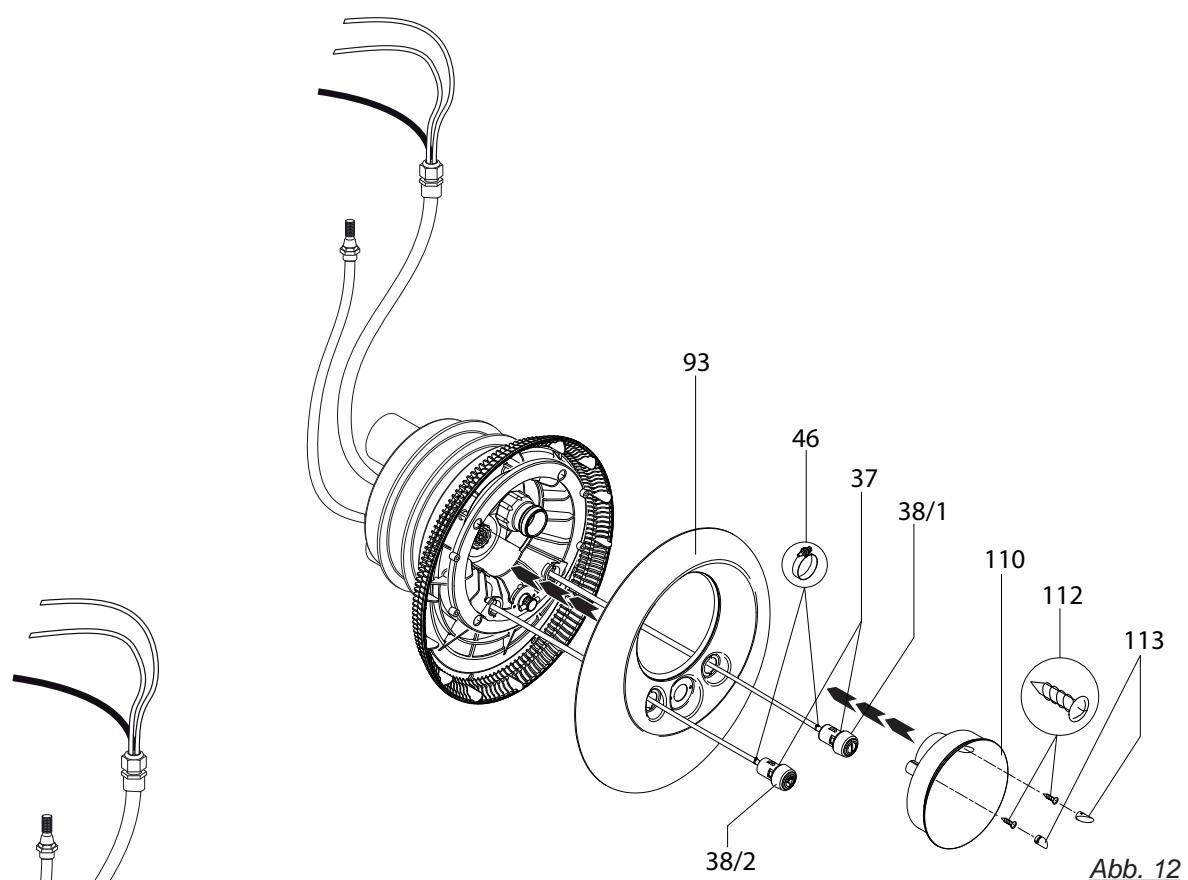

Abb. 12
- 8) Pneumatikschläuche durch die Öffnungen in der Edelstahlblende (93) führen (Licht EIN/AUS links; Pumpe EIN/AUS rechts) und an den entsprechenden Tastern mit den Schlauchklemmen (46) befestigen. (Abb. 12)